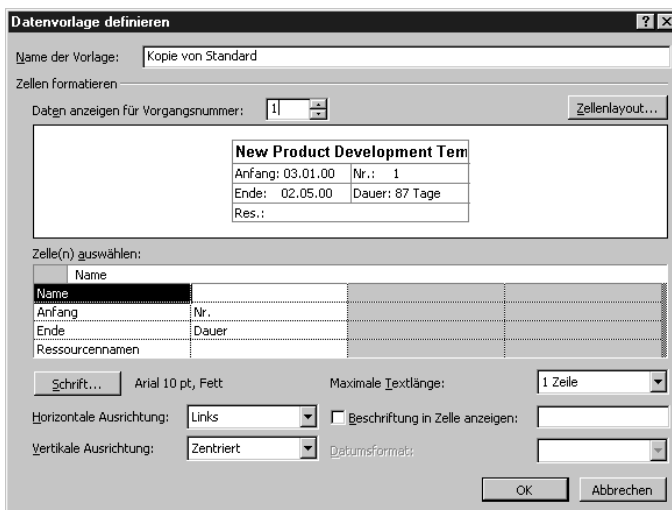

Abbildung 9.13:
- Das Datenvorlagenfenster erscheint. Wählen Sie STANDARD und klicken Sie dann auf KOPIEREN. Jetzt können Sie mit dem Experimentieren beginnen. Im Dialogfenster DATENVORLAGE DEFINIEREN (siehe Abbildung 9.13) können Sie Zellen (Reihen und Spalten) für die Fensterarten formatieren und auswählen, welche Felder der Projekt-Informationen in diesen Zellen angezeigt werden sollen.